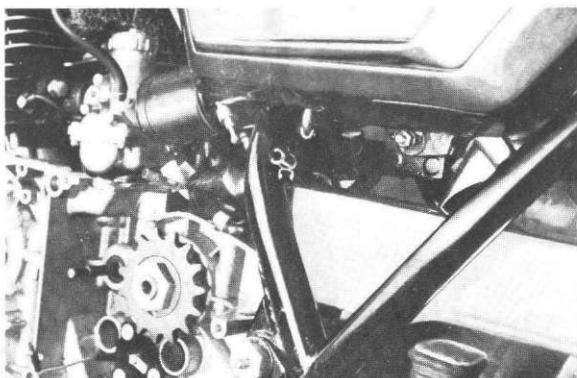

Fig. 4-1-16
13. Remove the oil line at the bottom of the oil tank. Cap the outlet pipe with a short rubber hose or the like which is plugged at one end. (Fig. 4-1-16)
13. Retirez la conduite d'huile du fond du réservoir d'huile. Reliez le tube de sortie à un tube dont l'autre extrémité est obstruée. (Fig. 4-1-16)
13. Ölleitung unten am Ölbehälter abnehmen. Kurzen Gummischlauch oder dergleichen, der an einem Ende verschlossen ist, auf das Auslaßrohr aufstecken. (Abb. 4-1-16)